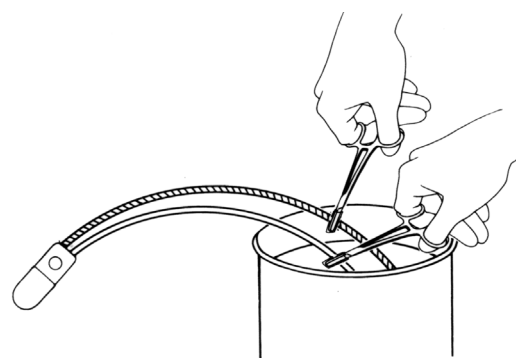

Figura 4-2b. Pince los tubos con los extremos en la solución de llenado
4. Mientras mantiene el tubo sumergido, utilice las pinzas hemostáticas con protector de tubo para pinzar (solo una muesca) cada tubo a unos 4-5 cm del extremo. (**Figura 4-2b**)